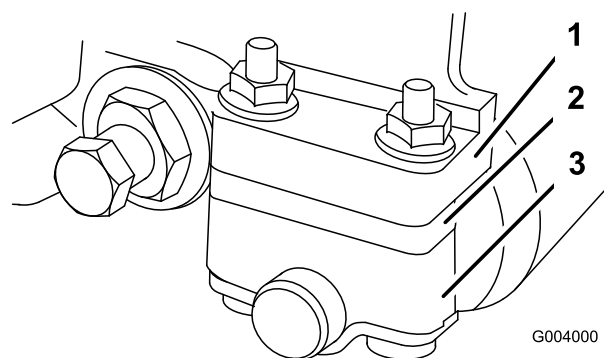

Figura 48
1. Regolate le staffe del rullo posteriore nella posizione superiore o inferiore, secondo il range di altezza di taglio preferito (Figura 47e Figura 48).
- Con un range di altezze di taglio da 3,2 mm a 25,4 mm collocate il distanziale sotto la flangia di montaggio della piastrina laterale (Figura 48).